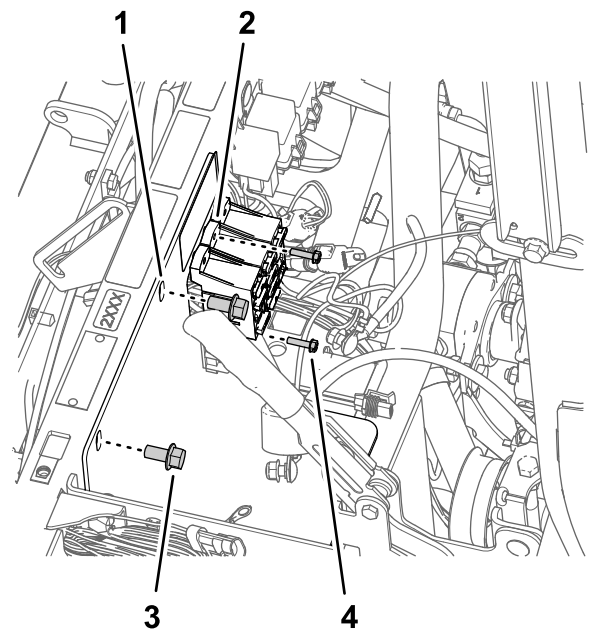

図 172
3. ヒューズブロックをバッテリーブラケットに固定しているボルト10-24 x  $\frac{3}{4}$ "とナット 10-24を取り外す 図 172。
4. バッテリーブラケットを車体のショックサポートチューブに固定しているフランジヘッドボルト $\frac{3}{8}$  x  $\frac{3}{4}$ "2本を取り外す 図 172。